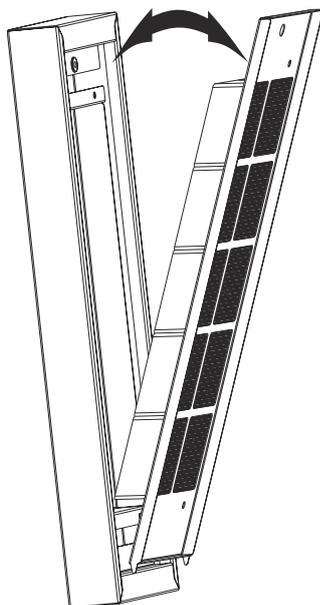

Fig. 8
3. ➤ Rimozione del filtro a carboni attivi (Fig. 8).